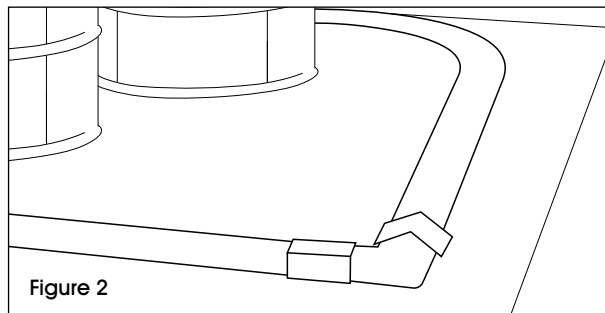

Figure 2
- b. Pour obtenir un angle de 90°, assemblez la section droite à la pièce de coin avec le raccord. (Voir Figure 2)